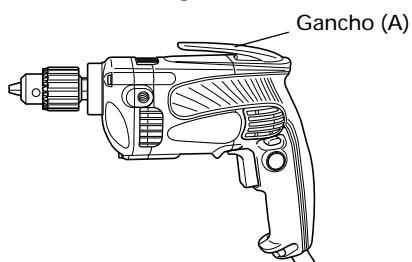

Fig. 13
11. Fijación del gancho. (Accesorio opcional) (Fig.13)